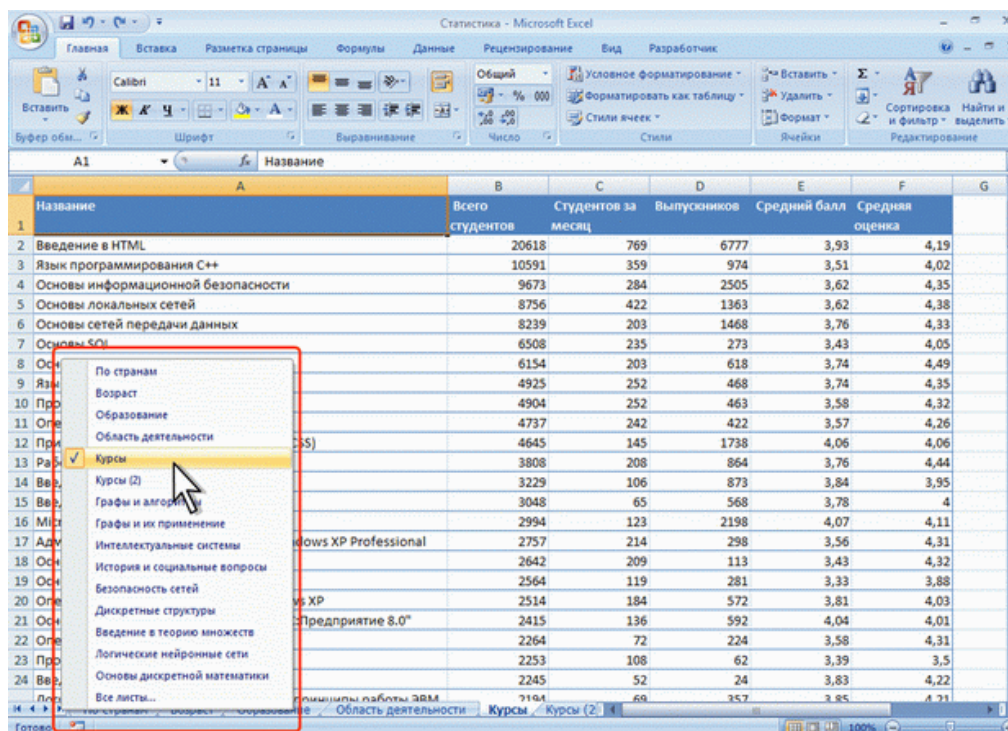

Рис. 3.14. Переход к произвольному листу книги
2. В контекстном меню (рис. 3.14) выберите нужный лист.